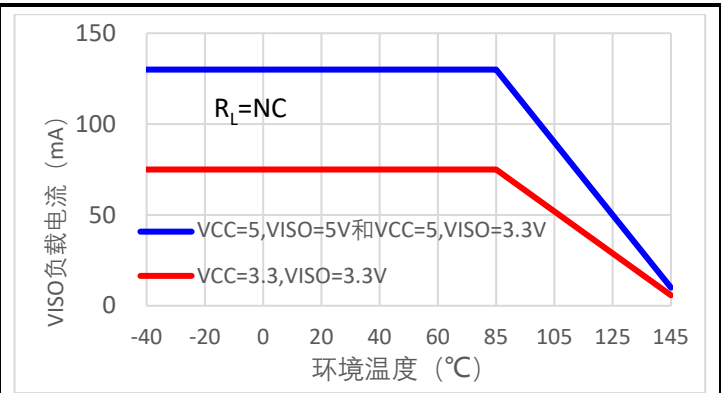
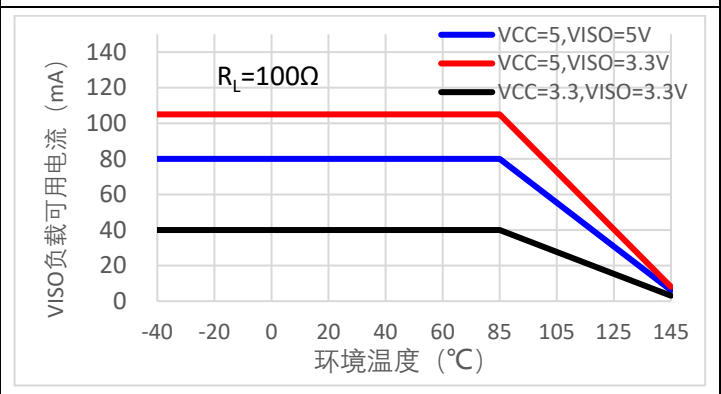
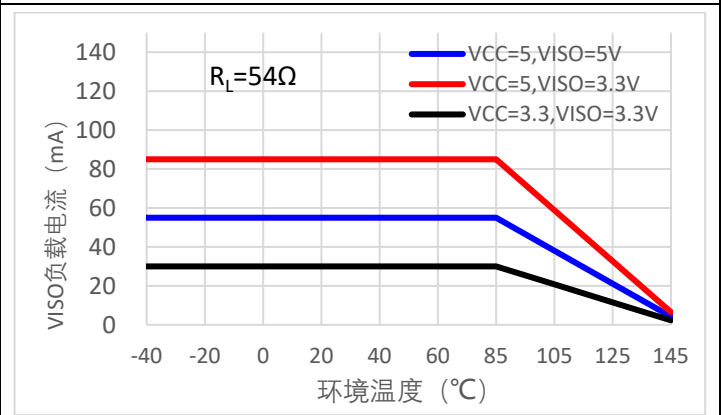

图 7.10-14
图 7.10-16
图 7.10-18
1. $DE = V_{CC}$, $\overline{RE} = 0V$, $DI = 0V$ 或 V_{CC} ; 当 $T_A > 85^\circ C$ 时, 最大负载可用电流应适当降低, 可参考图 7.10-14、图 7.10-16 和图 7.10-18;
表 9-4 列举了器件在常温下不同输出隔离电压和 A、B 之间接不同负载电阻时最大负载可用电流。当输出电压 V_{ISO} 为 5V 时, 若总线 A 和 B 之间接入 54Ω 电阻, 此时总线端自身消耗的负载电流约为 75mA, V_{ISO} 输出电压最多可以外供 55mA 电流。需要注意的是, 上述电流是在常温 ($T_A = 25^\circ C$) 下的数据, 当温度超过 $85^\circ C$ 时, 最大负载可用电流以应适当降低, 请在应用的时候加以考虑, 详细参考图 7.10-14、图 7.10-16 和图 7.10-18 关于最大负载可用电流随器件环境温度变化的曲线。